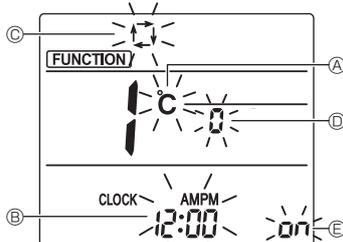

Fig. 6-10
3. Kontrollér, at funktionsnr. "1" vises, og tryk derefter på SET-knappen 3. Skærmen til visningsindstilling vises. (Fig. 6-10)